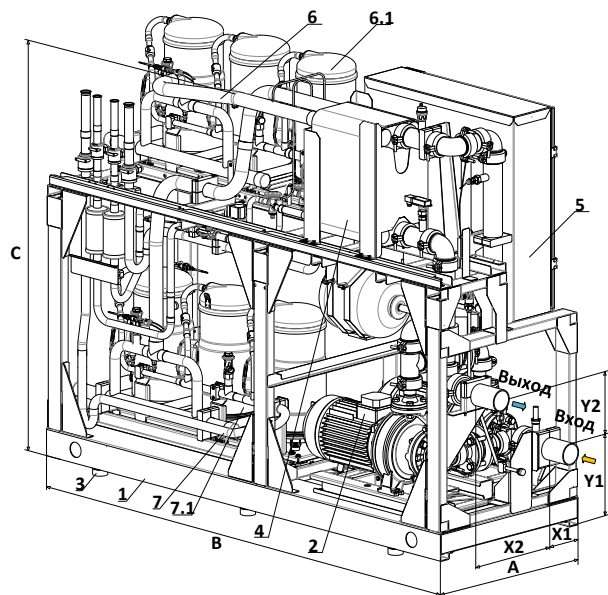

Рисунок 3.1. Основные элементы конструкции чиллеров (без опции АК).
Чиллеры поставляются в собранном и готовом к установке виде (заправленные азотом при транспортировочном давлении 5 ± 1 bar). Каждый чиллер снабжается настоящим паспортом, руководством по монтажу и эксплуатации, руководством по сервисному обслуживанию и комплектом принципиальных электрических схем (внутри корпуса в щите управления (поз.5, рис. 3.1).
1. Резиновые виброопоры корпуса (поз.3, рис.3.1) не установлены, закреплены на корпусе.